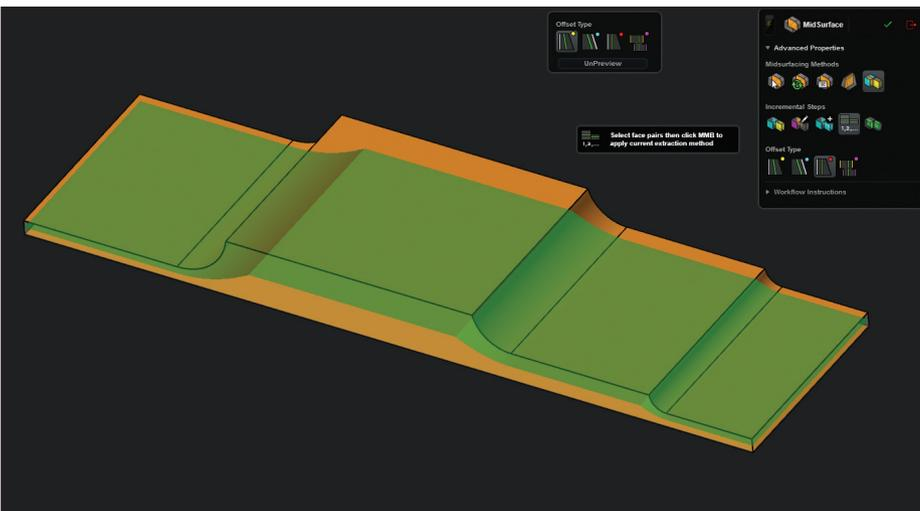

Рис. 4
- *Incremental Midsurface* – интерактивный комплекс инструментов, использующий технологию автоматического отыскания пар граней и создания на них срединных поверхностей, при этом позволяя пользователю вносить коррективы в конфигурацию пар и предоставляя средства визуализации будущей срединной поверхности на этапе подбора параметров работы инструмента (рис. 4).